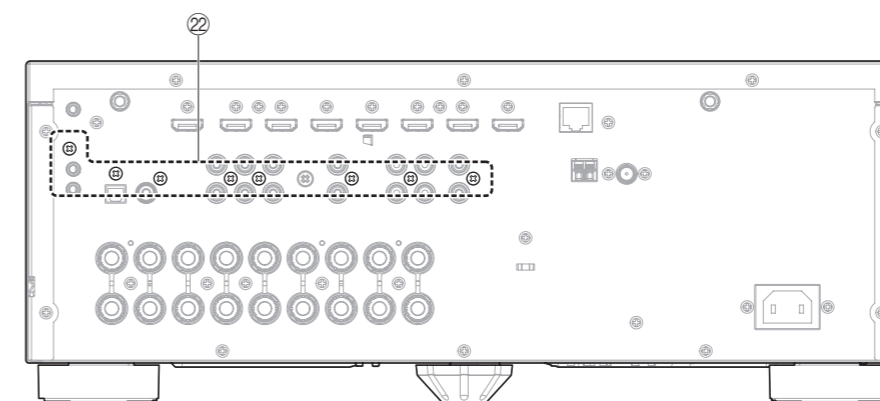

Fig. 10
6. Removal of FUNCTION (1) and (6) P.C.B.
- a. Remove 8 screws (22). (Fig. 10)
6. FUNCTION (1)、(6) P.C.B. の外し方
- a. 22 のネジ 8 本を外します。(Fig. 10)